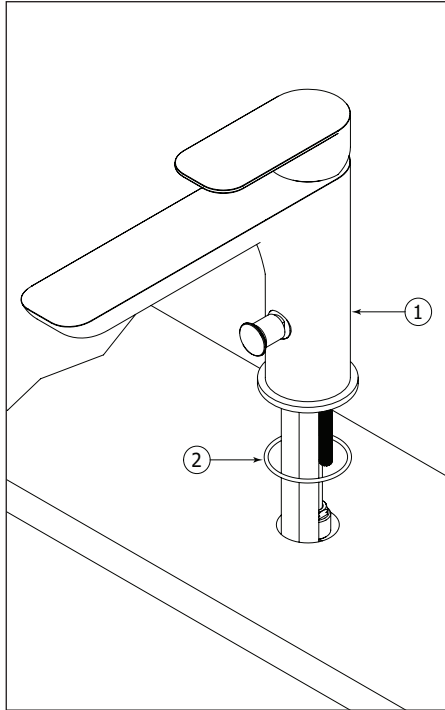
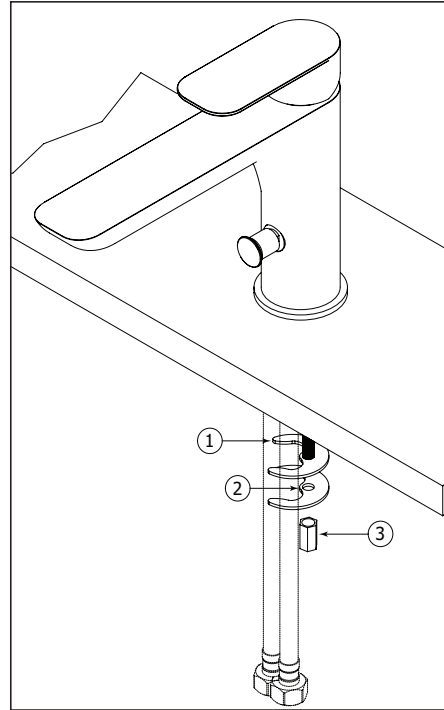

Fig.1
Fig.2
Screw the water supply hoses to the faucet, place the rubber ring (2) against the spout body. (fig.1) Insert the faucet flexible hoses into the hole of your bath or deck. Place the rubber washer (2), metal washer (1) on the rod and secure the faucet body with metal nuts (3). (fig. 2)
Visser les tuyaux d'alimentation en eau au robinet, placer l'anneau en caoutchouc (2) contre le corps du bec. (Fig. 1). Insérez les tuyaux flexibles du robinet dans le trou de votre bain ou votre comptoir. Placer la rondelle en caoutchouc (2), la rondelle métallique (1), sur la tige et fixer le corps du robinet avec l'écrou métallique (3). (figure 2)